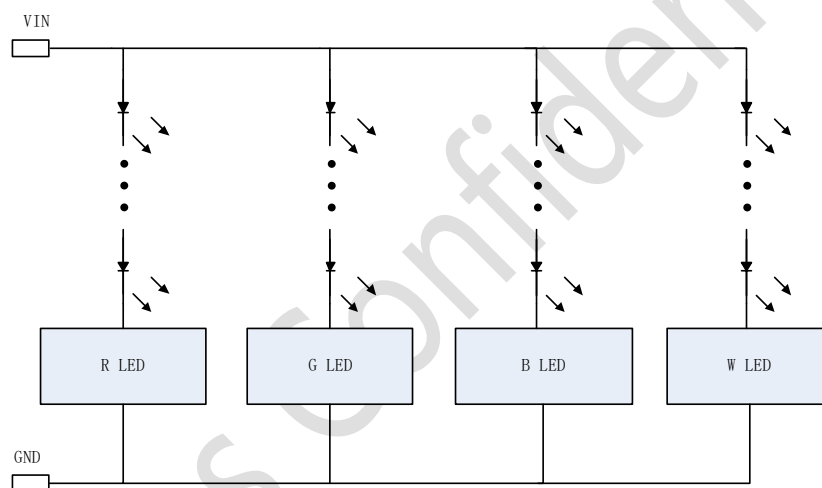

图 11-1 四路共阳连接电路示意图
5. 当 Hi7000D 系统工作在 RGBW 并联工作时，多路系统与 LEDs 模组连接推荐共阳布线，示意图见图 11-1；